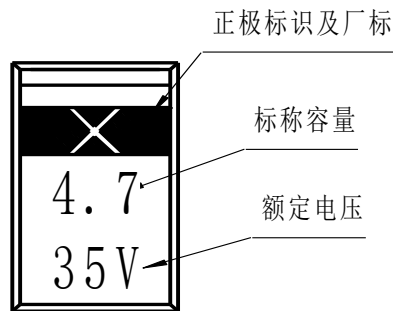

图 2
- (1) 商标及正极标识
- (2) 标称电容量
- (3) 额定工作电压
5.2 标志说明：见图 2（举例）。